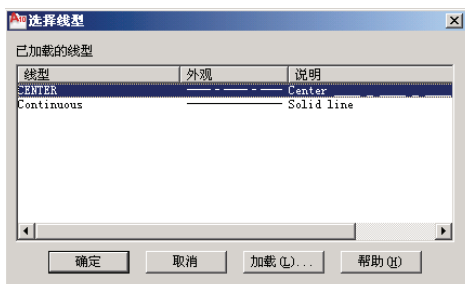

图 T3-4 “选择线型”对话框
① 单击“点划线”图层后线型下方的名称, 弹出“选择线型”对话框, 如图 T3-4 所示。初始时只有“Continuous”一种线型, 需要加载“CENTER”线型。
② 单击 **加载** 按钮，弹出图 T3-5 所示的“加载或重载线型”对话框。选择“CENTER”线型并单击 **确定** 按钮加载，返回“选择线型”对话框，结果如图 T3-4 所示。
③ 在“选择线型”对话框中单击“CENTER”线型，并单击 **确定** 按钮，退回“图层特性管理器”窗口。此时“CENTER”线型被赋予“点划线”层。